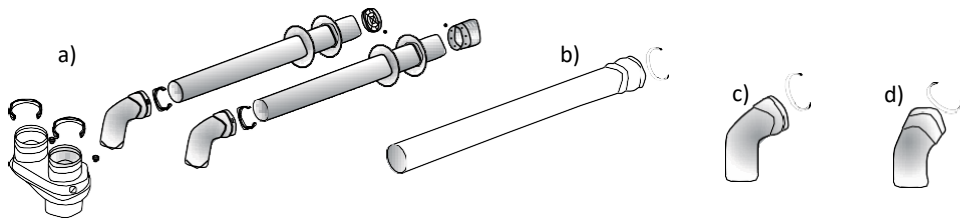

Рис. 16
Имеющиеся соединительные детали для подключения двойного дымохода (Рис. 16)
1. Комплект двойного герметичного дымохода $\varnothing 80 \times 80$ мм (Рис. 16а)
2. Удлиняющая деталь 500 мм / 1000 мм $\varnothing 80 \times 80$ мм (Рис. 16б)
3. Колено 90° $\varnothing 80 \times 80$ мм (Рис. 16с)
4. Колено 45° $\varnothing 80 \times 80$ мм (Рис. 16д)